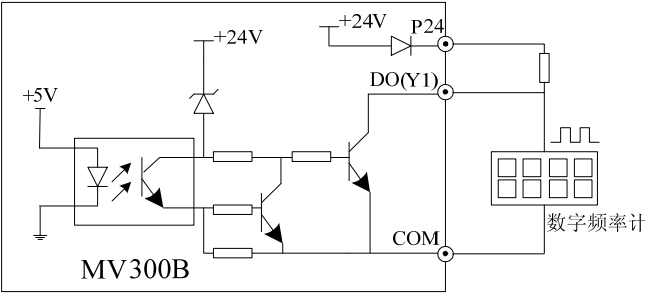

图3-20 输出端子 DO 连接方式 1
3. 数字脉冲频率输出 DO（Y1 端子用作 DO）可使用变频器内部的 24V 电源，接线方式请参见图 3-20。